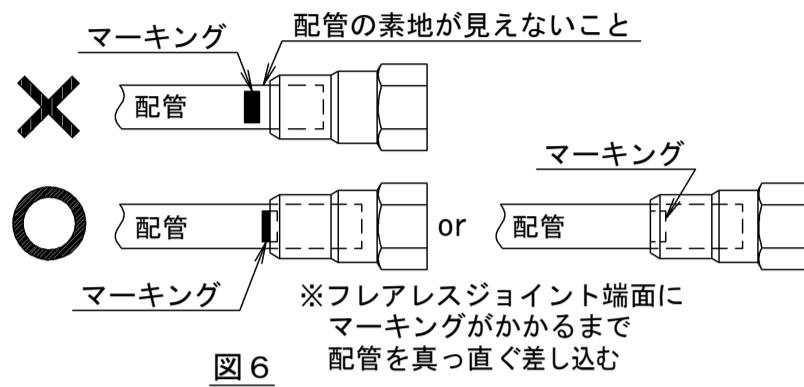

図6
(1) フレアレスジョイント内部にゴミやほこりがないことを確認してください。
(2) フレアレスジョイント端面にマーキングがかかるまで配管を真っ直ぐ差し込んでください。(図6参照)
作業前に必ずフレアレスジョイント端面にマーキングがかかるまで差し込まれているか再度確認してください。(図6参照)
・ 締め付け後に⑥で差し込んだマーキングの位置(図6)が変わります。
- 図6のように配管の素地が見えていないか確認してください。